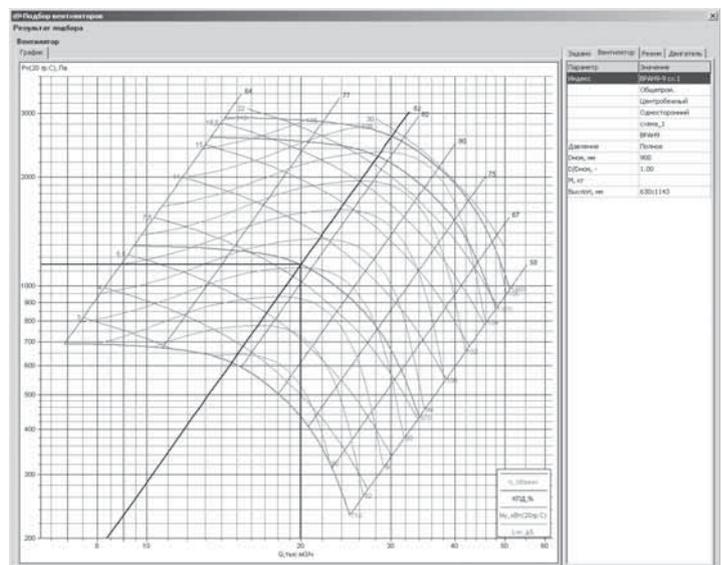

Рис. 10
**5. Диалоговое окно подбора вентиляторов** представляет процесс подбора вентиляторов в виде следующих основных этапов: первый этап — ввод исходных данных (рис. 8); второй этап — просмотр списка вентиляторов, удовлетворяющих условиям подбора, и выбор варианта решения (рис. 9); третий этап — просмотр полных данных по результатам расчета (рис. 10). За каждый этап отвечает самостоятельная диалоговая панель, смена этапов осуществляется нажатием кнопок «Далее» и «Назад». Если на последнем этапе диалог закончен нажатием кнопки «OK», вариант подбора попадает в список выполненных расчетов.